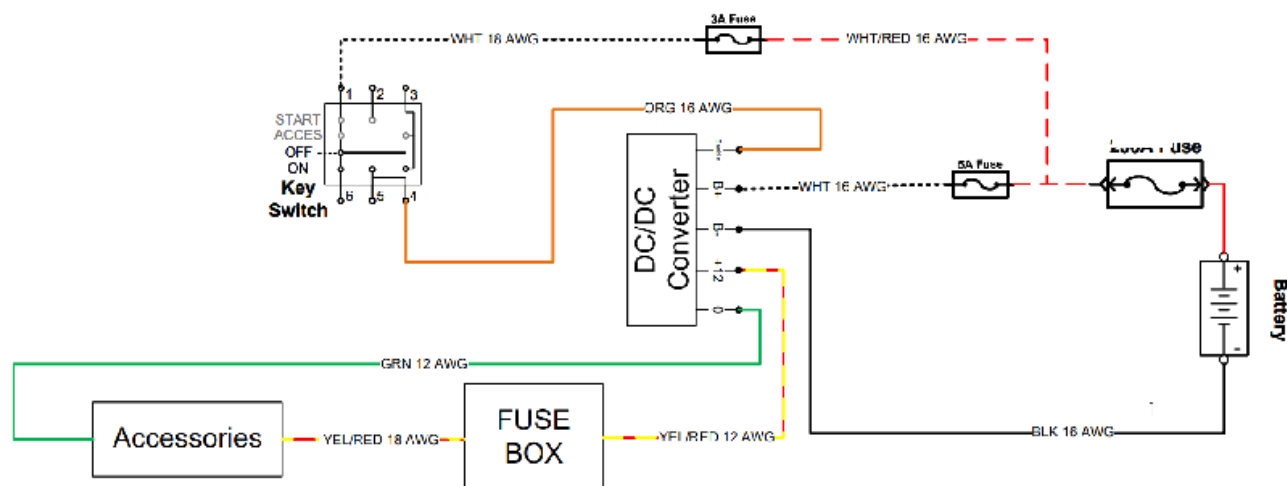

Figure 72. Inspection des bornes d'entrée et de sortie du convertisseur CC/CC.
- 1.1. Vérifier la présence d'une tension entre la borne positive (B+) (fil blanc) et la borne négative (B-) (fil noir) du convertisseur CC/CC (comme illustré à la figure 72).
- 1.2. Vérifier la présence d'une tension entre le fil orange et la borne négative (B-) (fil noir) du convertisseur CC/CC (comme illustré à la figure 72).
- 2.1. Vérifier la présence d'une tension entre le fil jaune/rouge et le fil vert du convertisseur CC/CC (comme indiqué dans la figure 72).